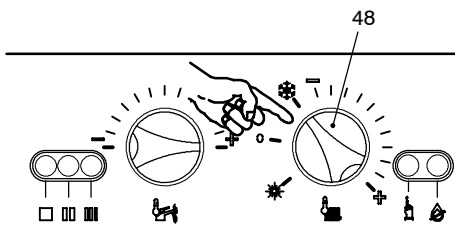

fig. 9.22
- 7 Quindi riposizionarlo in richiesta Riscaldamento/sanitario fig. 9.22